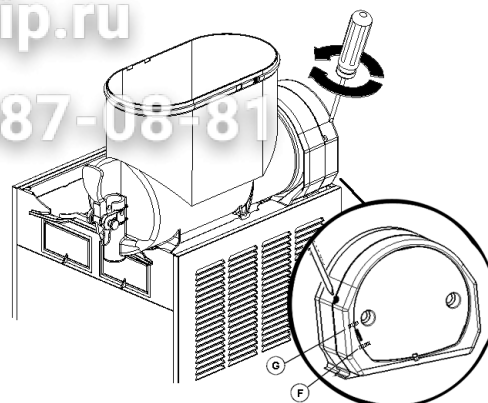

Bild 5
**1 Einstellung der Konsistenz:** Die optimale Konsistenz der Granita wurde werkseitig eingestellt. Soll diese Konsistenz geändert werden, mit einem Schraubenzieher die dafür an jeder der Rückwände des Dispensers vorgesehene Stellschraube wie folgt drehen (Bild 5):